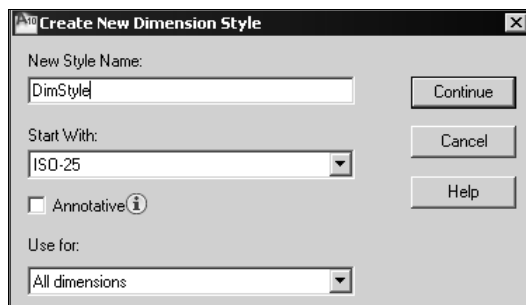

Рис. 13.2. Диалоговое окно **Create New Dimension Style** для создания нового размерного стиля
3. В диалоговом окне **Create New Dimension Style** (Создание нового размерного стиля) (рис. 13.2) заполните поля: